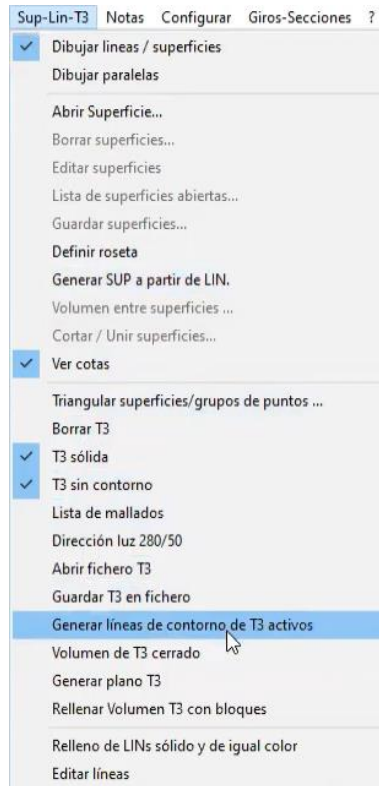

Figura 407. Generación de curvas de nivel.
39. Para generar las curvas de nivel, abrir el menú superior “Sup-Lin-T3” y seleccionar la opción “Generar líneas de contorno de T3 activos”. Figura 407.